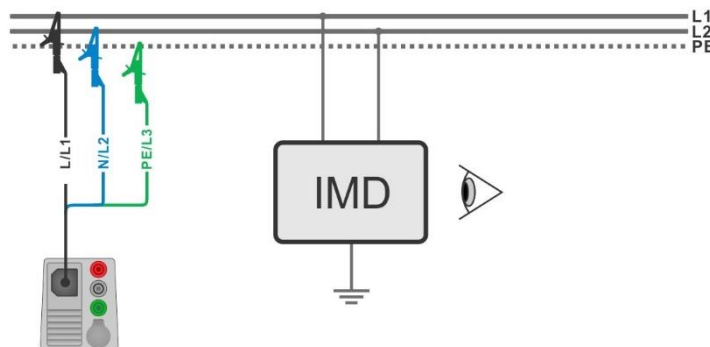
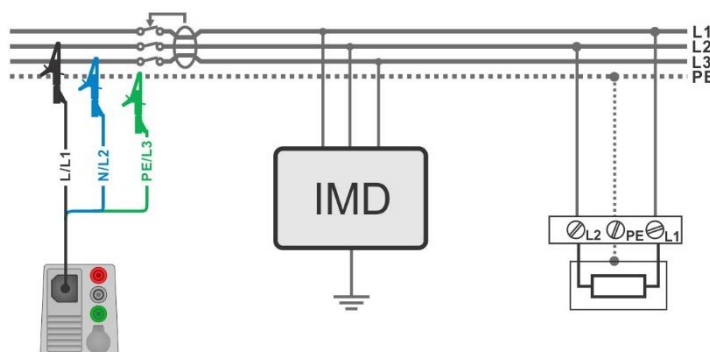

Figura 7.88: Medición de la primera corriente de fuga de fallo más alta con puntas de prueba con 3 hilos
Figura 7.89: Medición de la primera corriente de fuga de fallo para circuitos protegidos con RCD con puntas de prueba con 3 hilos
- Conecte las puntas de prueba de 3 hilos al objeto a prueba (vea la **Figura 7.88** y **Figura 7.89**).